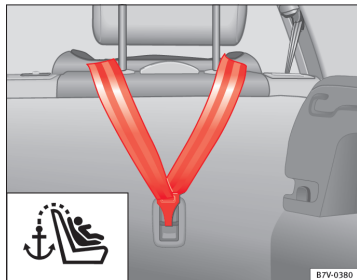

Fig. 28 Fastgørelsesrem øverst, der er hæftet fast i bagagerummet
- Hægt den øverste fastgørelsesrem på bagsiden af bagsæderyglænet fast i den pågældende holder (til TOP TETHER) i bagsæderyglænet ⇒ Fig. 28.